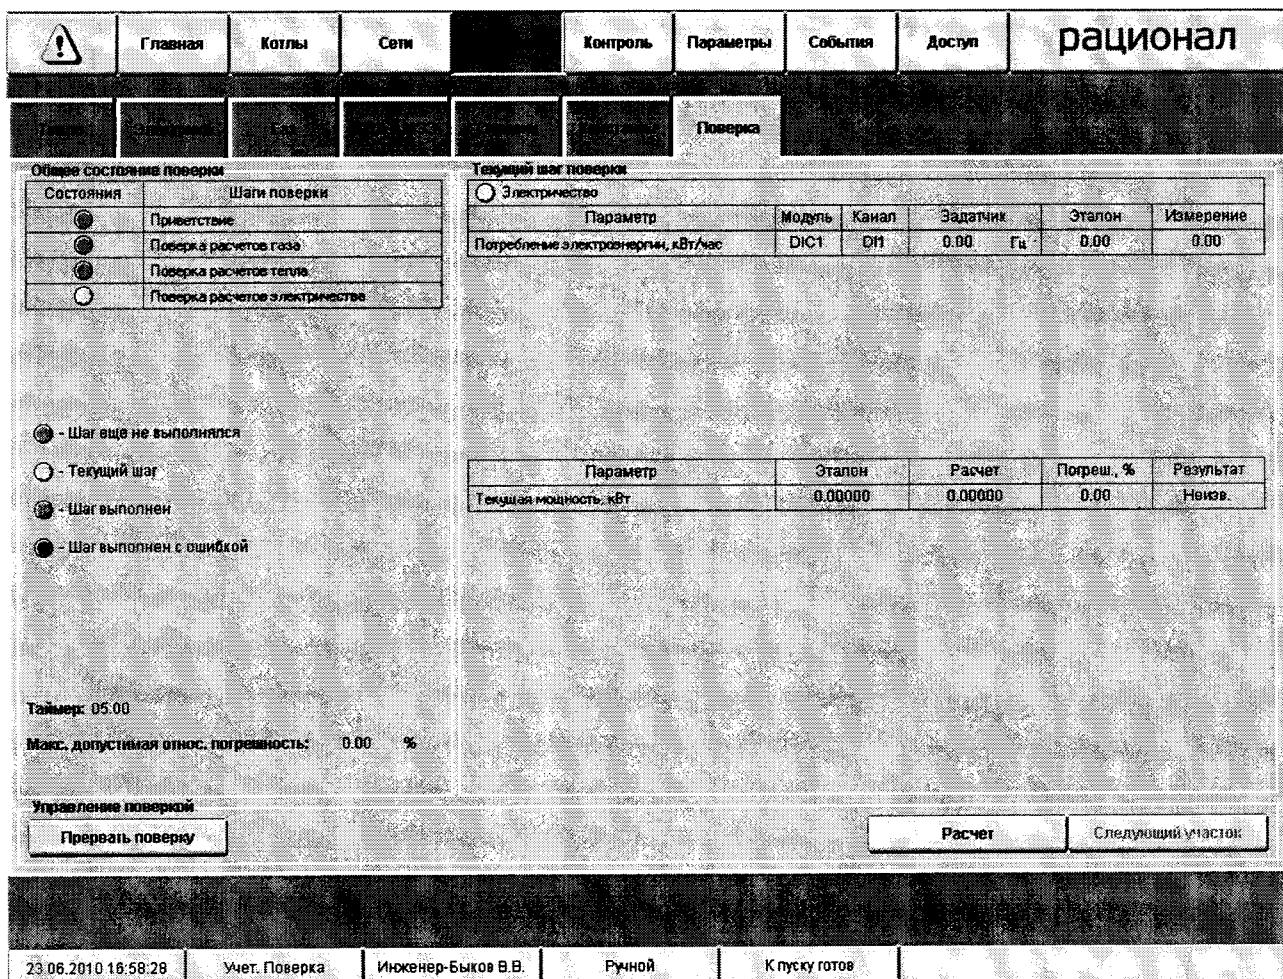

Рисунок 18
- если результат теста удовлетворителен, т.е. рассчитанная погрешность меньше допускаемой, нажимают кнопку «Следующий участок», и программа поверки перейдет к поверке модуля преобразований и расчета электроэнергии (Рисунок 18)
- подключают генератор импульсов к ИК модулю преобразований и расчета электроэнергии (таблица 12); к какому модулю и ИК необходимо подключиться, отображается на экране в строке «Состояние» таблицы «Текущий шаг поверки» желтой лампочкой (Рисунок18);